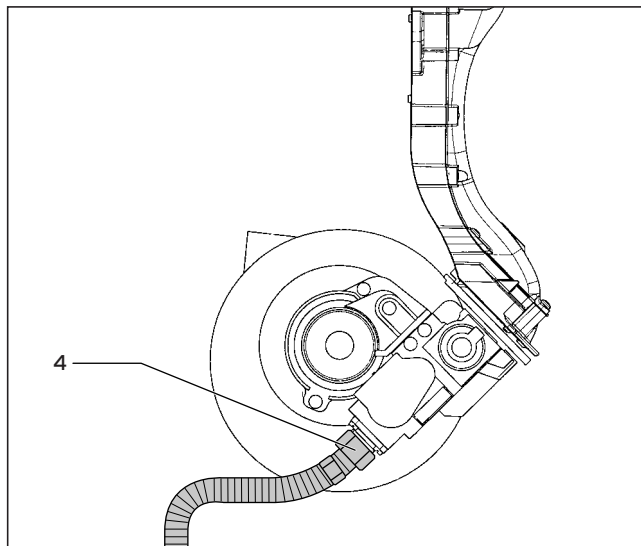
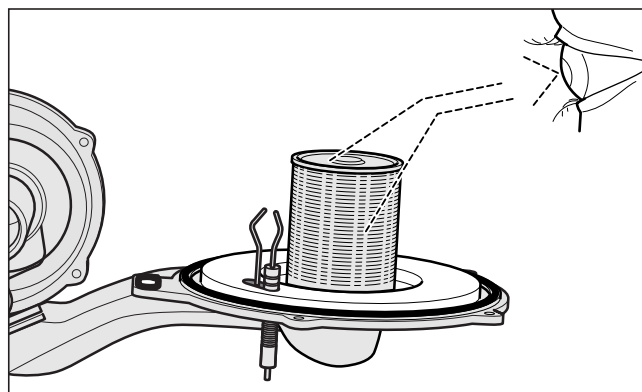

Рис. 7.2 Отсоединение и присоединение газового штуцера к газовой арматуре
Рис. 7.5 Проверка горелки
- Отпустите крепежный винт (1) трубы всасывания воздуха и поверните трубу всасывания воздуха (2) вперед; затем снимите трубу со всасывающего патрубка.
- Вытащите оба штекера запального и заземляющего провода из запального электрод (3).
- Отсоедините линию подачи газа (4) на нижней стороне газовой арматуры (рис. 7.2).
Опасность ожогов и травмирования из-за выхода горячих продуктов сгорания! Оба силиконовых уплотнения (1) на термо-модуле (рис. 7.5) (ЕТ-№ 981 046) необходимо заменять после каждого демонтажа модуля в рамках технического обслуживания! Изоляция фланца горелки (2) на термо-модуле (рис. 7.5) (ЕТ-№ 210 734) не должна иметь повреждений. В противном случае заменить ее.
- Замените силиконовые уплотнения (1)
- Установите термо-модуль (8) на интегральный конденсационный теплообменник (9).
- Равномерно затяните 5 гаек (7) в крестообразном порядке.
- Установите трубу всасывания воздуха (2) на всасывающий патрубок и затяните винт (1).
- Присоедините линию подачу газа (4) с новым уплотнением (ET-№ 980 012) к газовой арматуре (рис. 7.2). При этом для удерживания используйте поверхность под ключ на гибком газопроводе.
- Подключите оба штекера запального и заземляющего провода к запальному электроду (3).
- Присоедините кабель (5) к двигателю вентилятора и кабель (6) к газовой арматуре.
Опасность отравлений и пожаров из-за выхода газа в связи с имеющимися неплотностями! Проверить газонепроницаемость газового штуцера (4) аэрозольного течеискателя (рис. 7.2)!